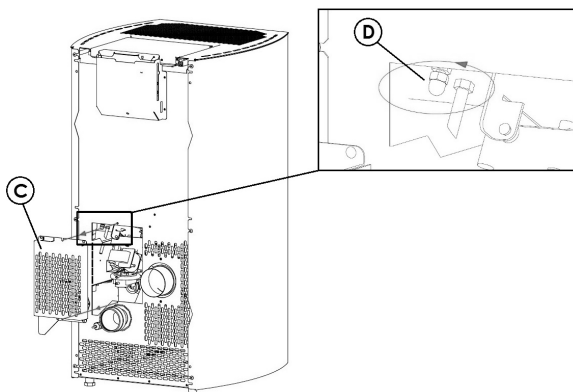

Fig. 25 - Rimozione carter
- Rimuovere il carter "C" di ispezione sulla schiena della stufa (vedi **Fig. 25**).